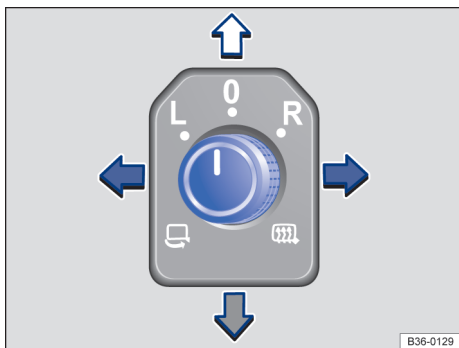

Fig. 113 Na porta do condutor: botão rotativo dos espelhos retrovisores externos.
- Girar o botão rotativo na porta do condutor para o símbolo desejado → Fig. 113.